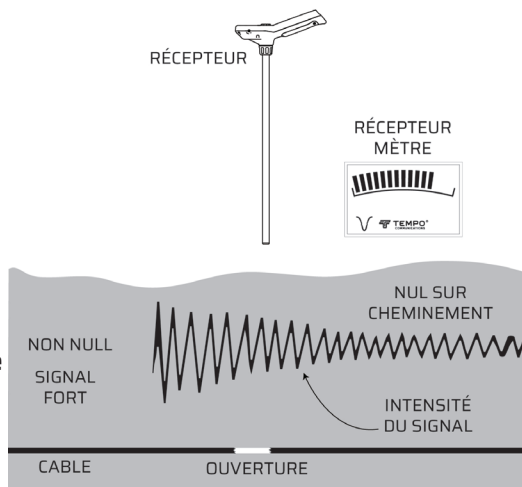

Figure 3. Localisation de l'extrémité du câble cassé
• L'extrémité d'un câble coupé ou cassé peut être localisée en suivant le chemin jusqu'à ce que le « null » devienne moins distinct ou disparaisse et cède la place à un « point chaud ». Au-delà du « point chaud », aucun « null » ne peut être détecté. Reculez jusqu'à ce que le « null » soit détecté : ce sera l'extrémité approximative du câble présentant la rupture. (Voir la **Figure 3.**)